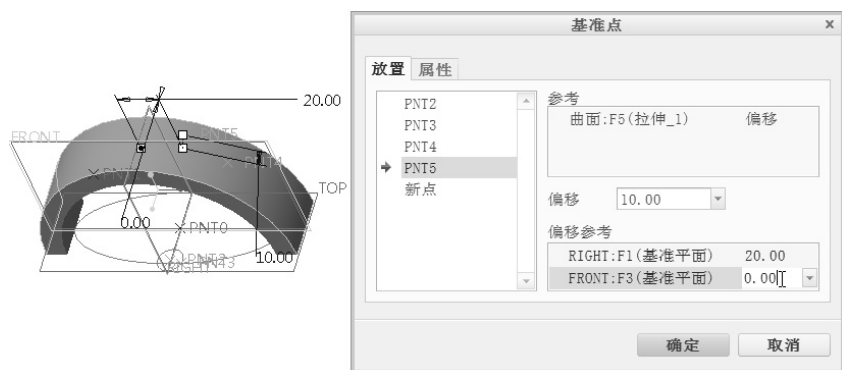

图 3-47 定义偏移参考及其偏移参考尺寸
3) 在“偏移”组合框中输入“10”，接着在“偏移参考”收集器中单击，将其激活，选择 RIGHT 基准平面，按住〈Ctrl〉键并选择 FRONT 基准平面，然后在“偏移参考”收集器中修改相应的偏移参考尺寸，如图 3-47 所示。